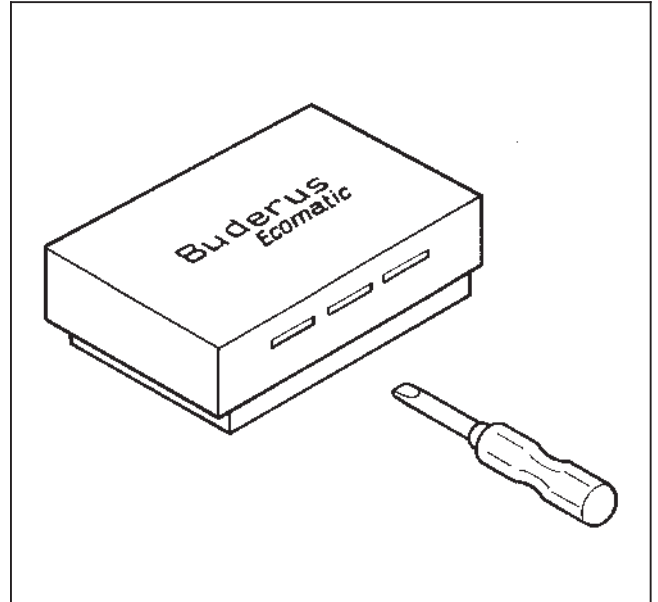

Рис. 1
- 2.1 Снять, при помощи отвертки крышку (рис. 1).